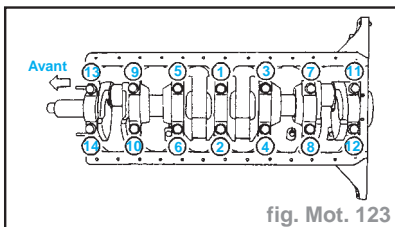

fig. Mot. 123
- Monter le vilebrequin et les chapeaux de paliers principaux, et serrer les boulons au couple spécifié (fig. Mot. 123).